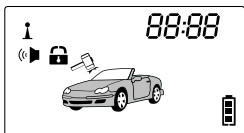

рис.4
- Тревога вызвана срабатыванием предупредительной зоны датчика удара или предупредительной зоной дополнительного датчика(если установлен). Сирена издает 3 "ЧИРПа", указатели поворотов вспыхнут 6 раз. Индикация LCD дисплея см. рис.4.